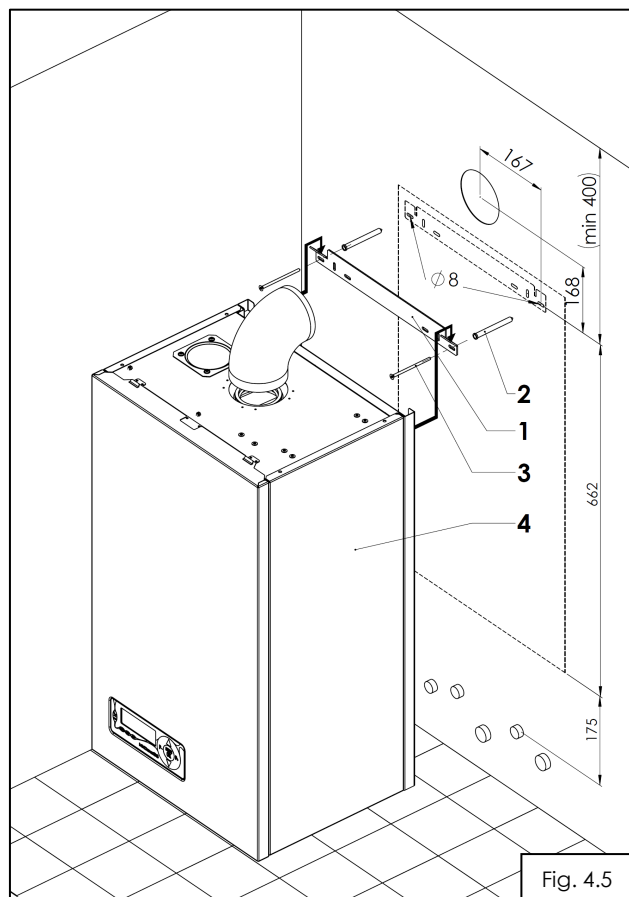

Fig. 4.5
b)- executati prin gaurire doua orificii pentru fixarea suportului centrala (1);
- montati suportul centrala (1) cu diblurile si suruburile furnizate (2, 3) pe perete (fig.4.5);
- suspendati centrala (4) pe suportul centrala.